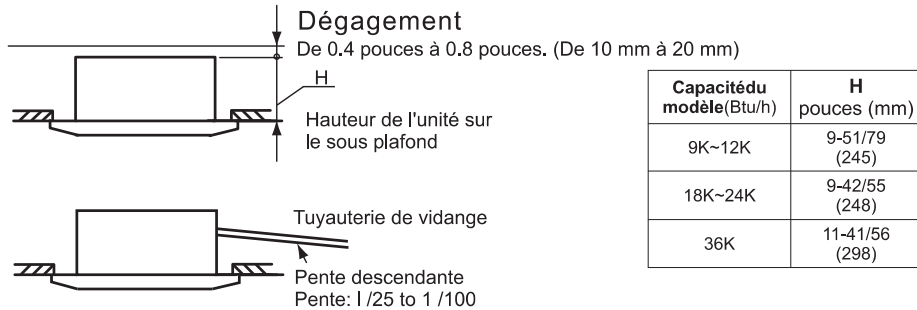

Fig. 3.2 Emplacement de l'installation de l'unité intérieure
- Sélectionnez l'emplacement d'installation comme illustré sur la figure 3.2